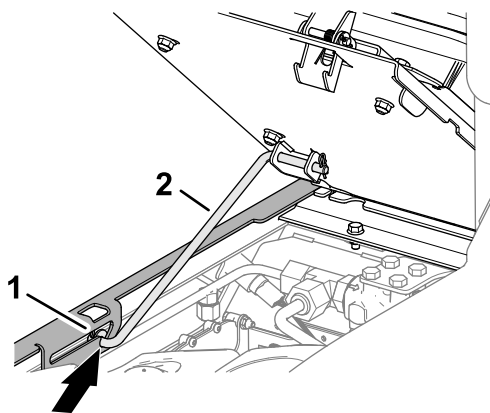

Figura 108
3. Asigurăți-vă că tija de susinere față este aezată în elementul de reținere cu fantă al suportului scaunului (Figura 108).